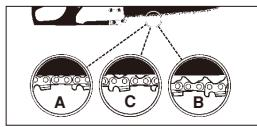

Fig. 5
**FORSIKTIG:** Hvis motorsagen er FOR LØS eller FOR STRAM, vil slitasjen øke på tannhjulet, skinnen, kjeden og veivaksellagrene. Studer Fig. 5 for informasjon om riktig kaldspenning (A), korrekt varmepenning (B), og som en veileder for når sagkjeden må justeres (C).